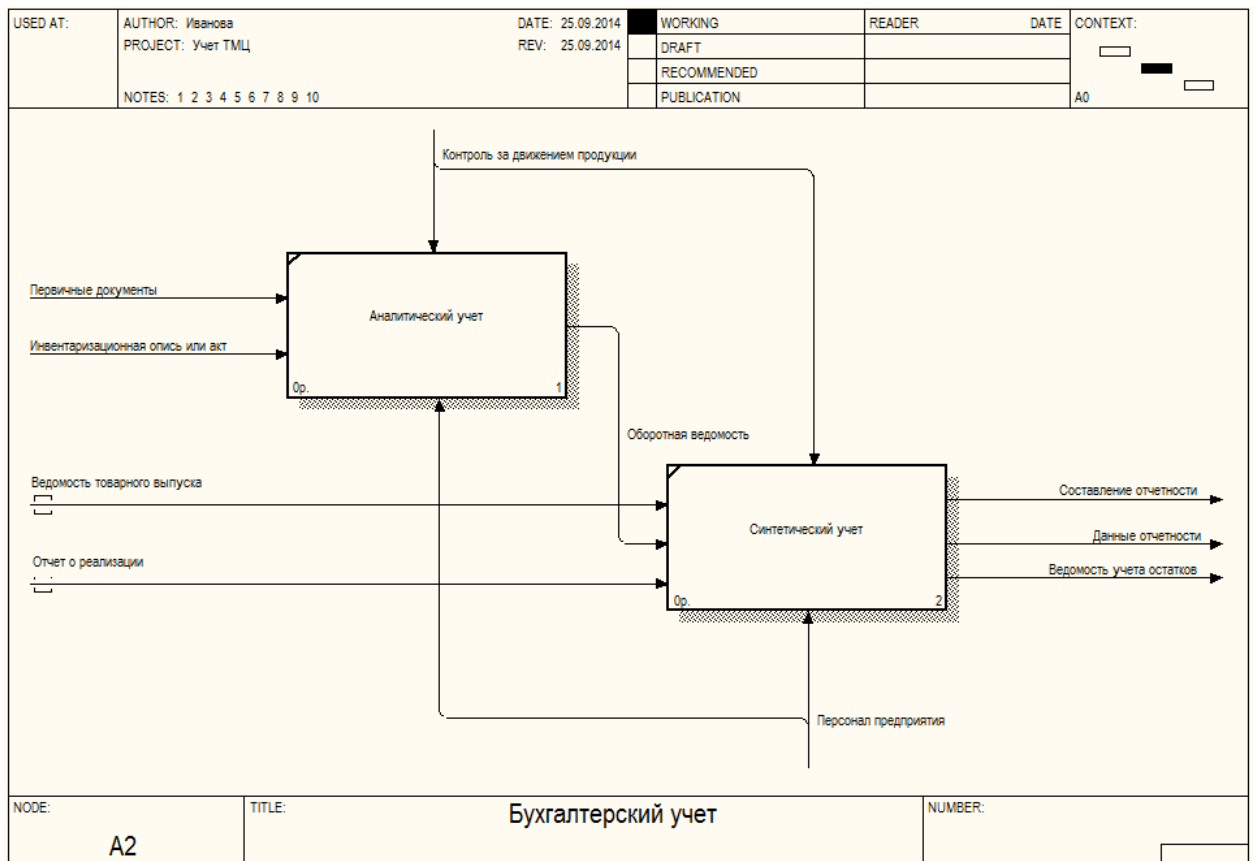

Рис. 45. Декомпозиция A2 Бухгалтерский учет
1. В соответствии с табл. 21, 22 и рис. 45 проведите декомпозицию работы *Бухгалтерский учет* по методологии *IDEF0*.